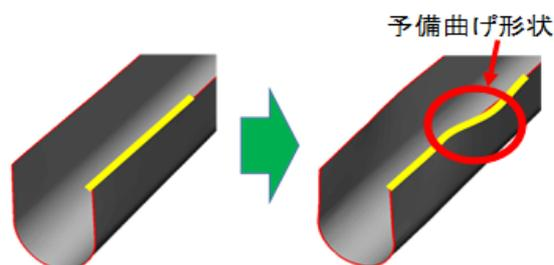

図8 予備曲げ形状
0.1mm以下の精度で加工すること。これは高強度部材が持っている強度をTBAとして最大限活用できるように溶接時の熱による強度の低下の抑制をねらい、母材溶解・凝固が可能なレーザー溶接を採用するためである。①は局部的な加工硬化を利用することで「シワ」をコントロールする技術を開発。成形シミュレーションにて「シワ」を抑制できる形状を導き出し予備曲げ工程を追加した（図8）。